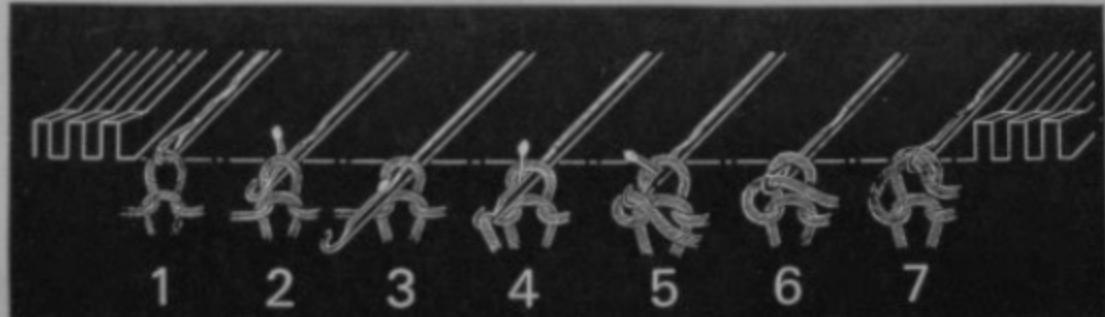

Рис. 7
3.2. Образование петель (рис. 7)